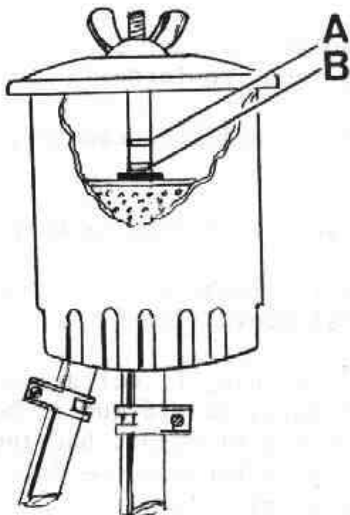

Fig. G2-4 Nivel de aceite del depósito
- 3.3. Cuando se observe la ausencia de burbujas en el depósito, se completará el nivel de aceite, debiendo quedar éste entre las marcas, A (Fig. G2-4) de máximo y la marca, B, de mínimo.